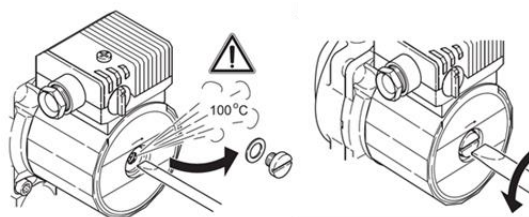

Рисунок 15. Проверка вала насоса
- ✓ Отвинтите защитный колпачок циркуляционного насоса (рис. 15).
✓ Поверните вал двигателя с помощью отвертки по стрелке (см. рис. 15).